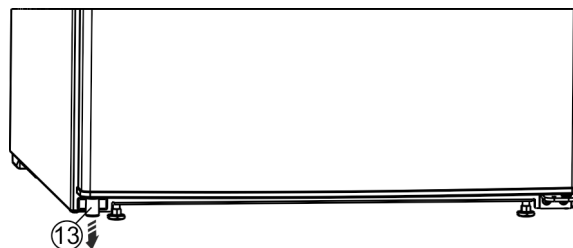

Fig. 14 *
- Hiqni nga dera pjesën distancuese Fig. 14 (13) majtas poshtë.*